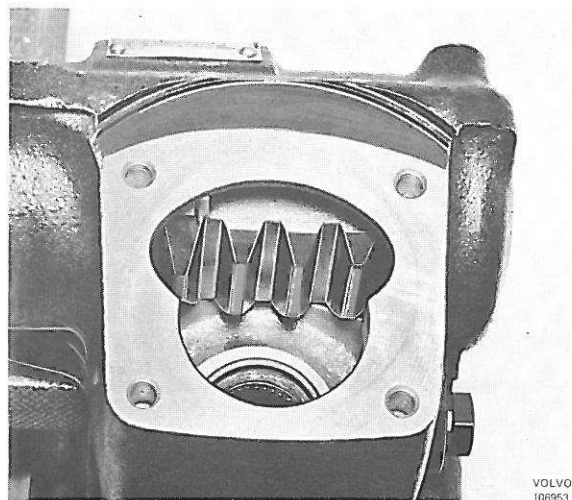

Figure 108. Position centrale
12. Placer les dents des pistons en position centrale, c'est-à-dire l'espace entre la deuxième et la troisième dents juste devant le trou d'axe porte-secteur, figure 108. Faire un réglage de précision pour faire coïncider le repère de la vis sans fin de direction avec celui du boîtier.